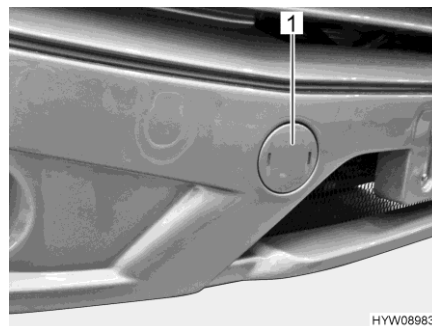

Bild 43 Abdeckung (Aufnahme der Abschleppöse)
- Abdeckung (Bild 43,1) mit einem Schraubendreher aufhebeln.